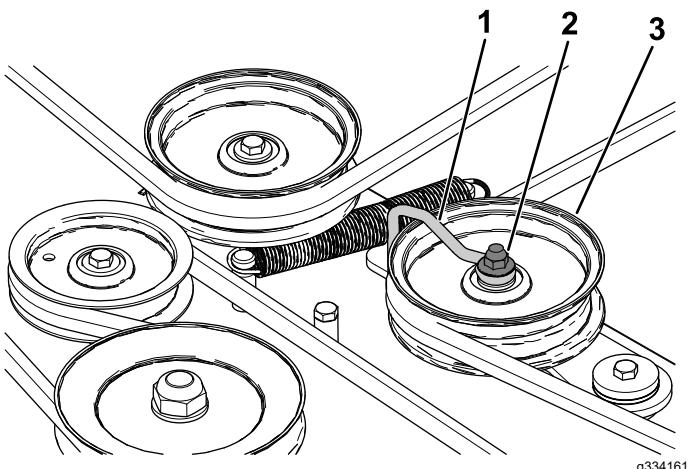

Figure 49
5. Desserrez l'écrou qui fixe le fil métallique à la poulie de tension (Figure 49).
9. Resserrez l'écrou qui fixe le fil métallique à la poulie de tension (Figure 49).
**Remarque:** Positionnez le fil métallique contre le bras de la poulie de tension comme montré à la Figure 49.